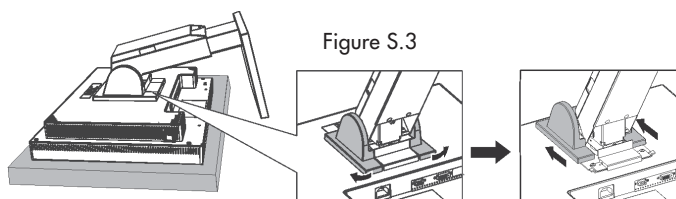

Figure S.3
5. Pour retirer les deux couvercles en plastique : écarter les couvercles du support, puis poussez-les vers le haut du moniteur pour les dégager **(figure S.3)**. 5. To remove two plastic covers: push the covers away from the stand then push toward the top of the monitor to release. **(Figure S.3).**